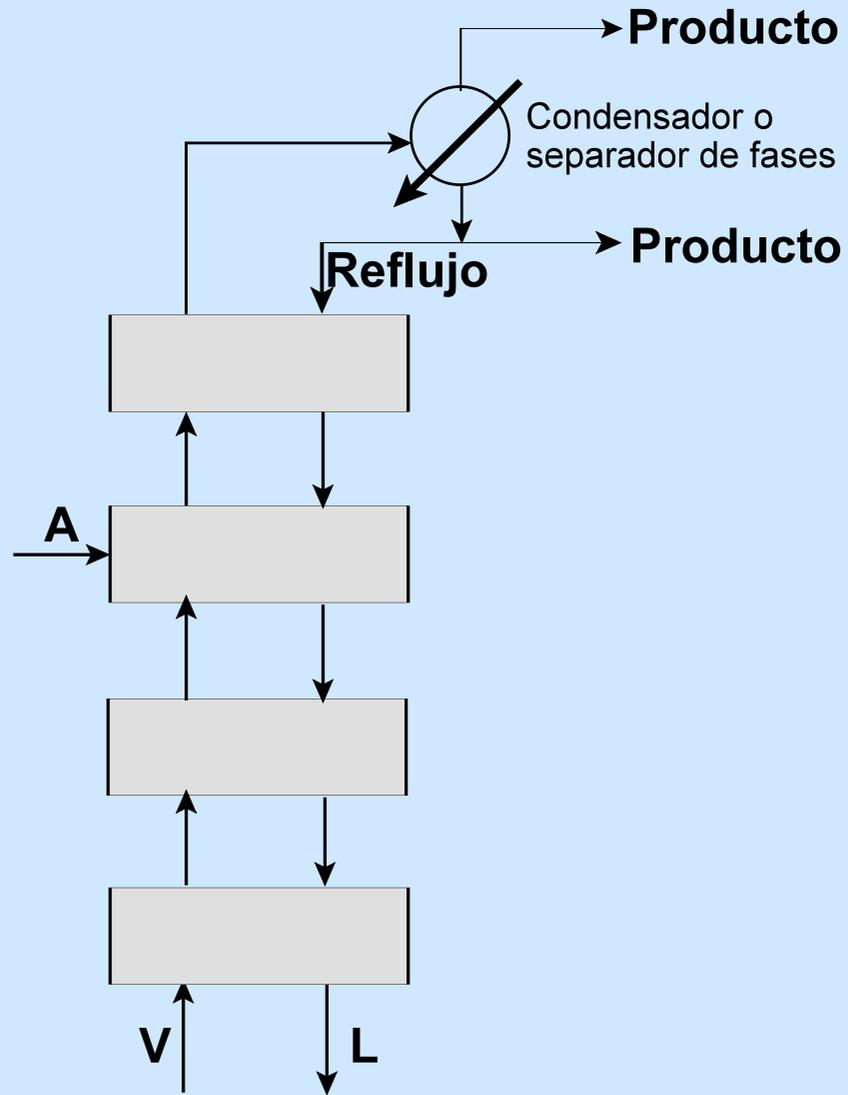

Figura 6.7: Reflujo.
- **Reflujo (Figura 6.7):** Corriente procedente del producto de salida que se vuelve a introducir en el equipo para conseguir una separación más completa.